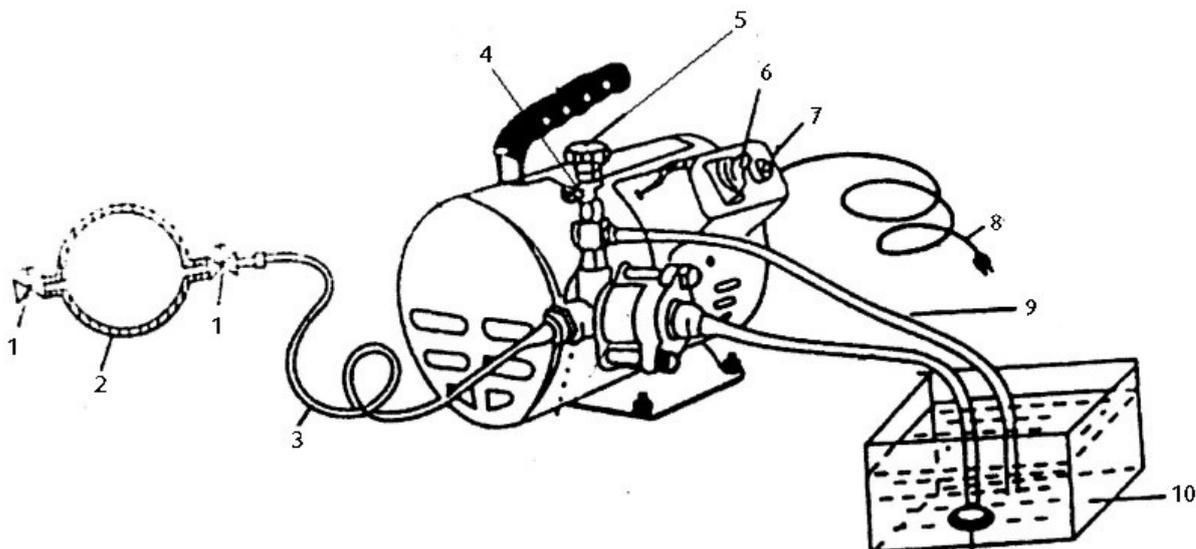

Рис.1
- Опустите всасывающий шланг с сетчатым фильтром и сливной шланг в бак для воды (подходит любая емкость) (Рис. 1).